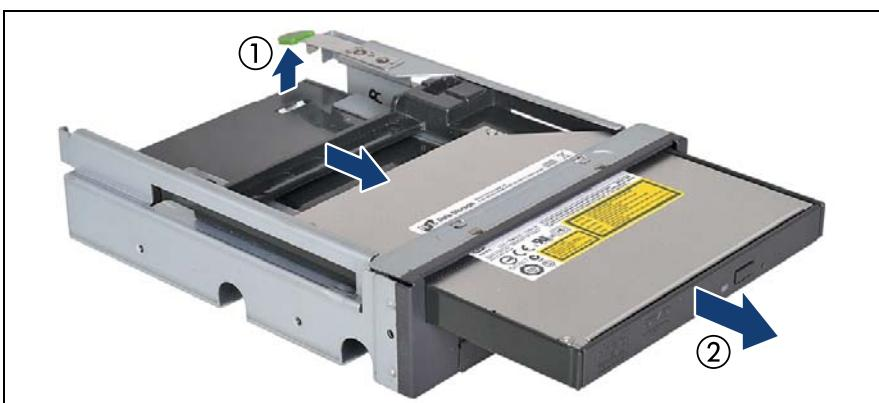

図 212: 薄型ODDのマルチベイボックスからの取り外し
- ▶ 297 ページ の図 212 に記載されているように、ロックレバーを押し上げて、薄型 ODD ダミーモジュールを外します。